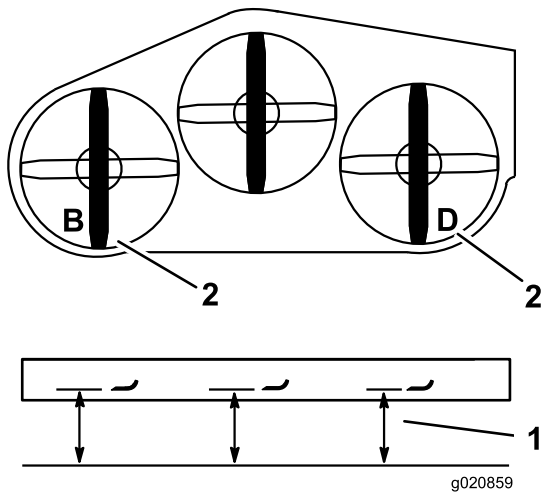

Figure 81
- Mesurez et notez la distance au point **B** entre la surface plane et le tranchant de la pointe de la lame gauche (Figure 81).
- Mesurez et notez la distance au point **D** entre la surface plane et le tranchant de la pointe de la lame droite (Figure 81).
Remarque: La mesure au point **B** doit être égale à 3 mm ($\frac{1}{8}$ po) près à la mesure au point **D** Figure 81 Si ce n'est pas le cas, passez aux opérations suivantes.